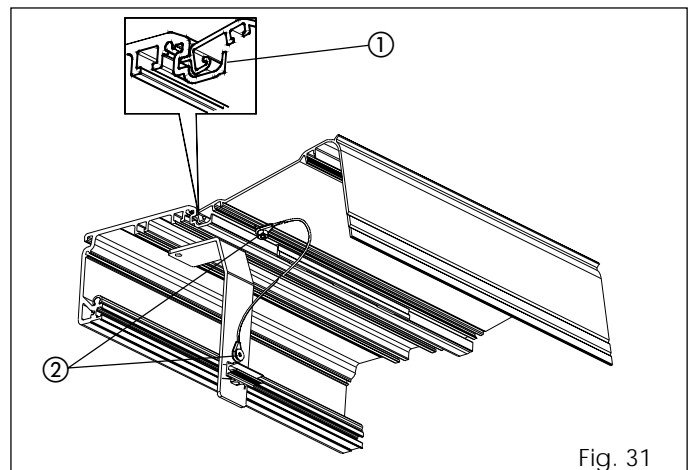

Fig. 31
- Para tener el cárter abierto, levántelo y empujelo hacia el perfil hasta que se encastre el saliente metálico en el alojamiento del perfil (fig. 31 ref. ①).
- Fije los cables paracaídas al cárter y a las bridas de fijación del cárter, tal y como se indica en la fig. 31 ref. ②.